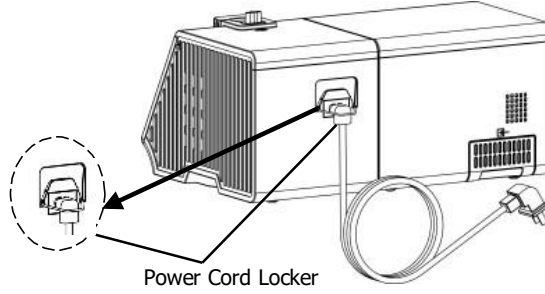

Fig. 11-4
- (2) Güç kablosu kilitleyicisine basın ve güç kablosunu ve güç konektörünü sabitleyin. Kilidin işlevi, güç kablosunun Fig.11-4'te gösterildiği gibi güç bağlantı noktasından düşmesini önlemektir.;
- (3) Güç kablosu fişini güç kaynağı soketine takın.